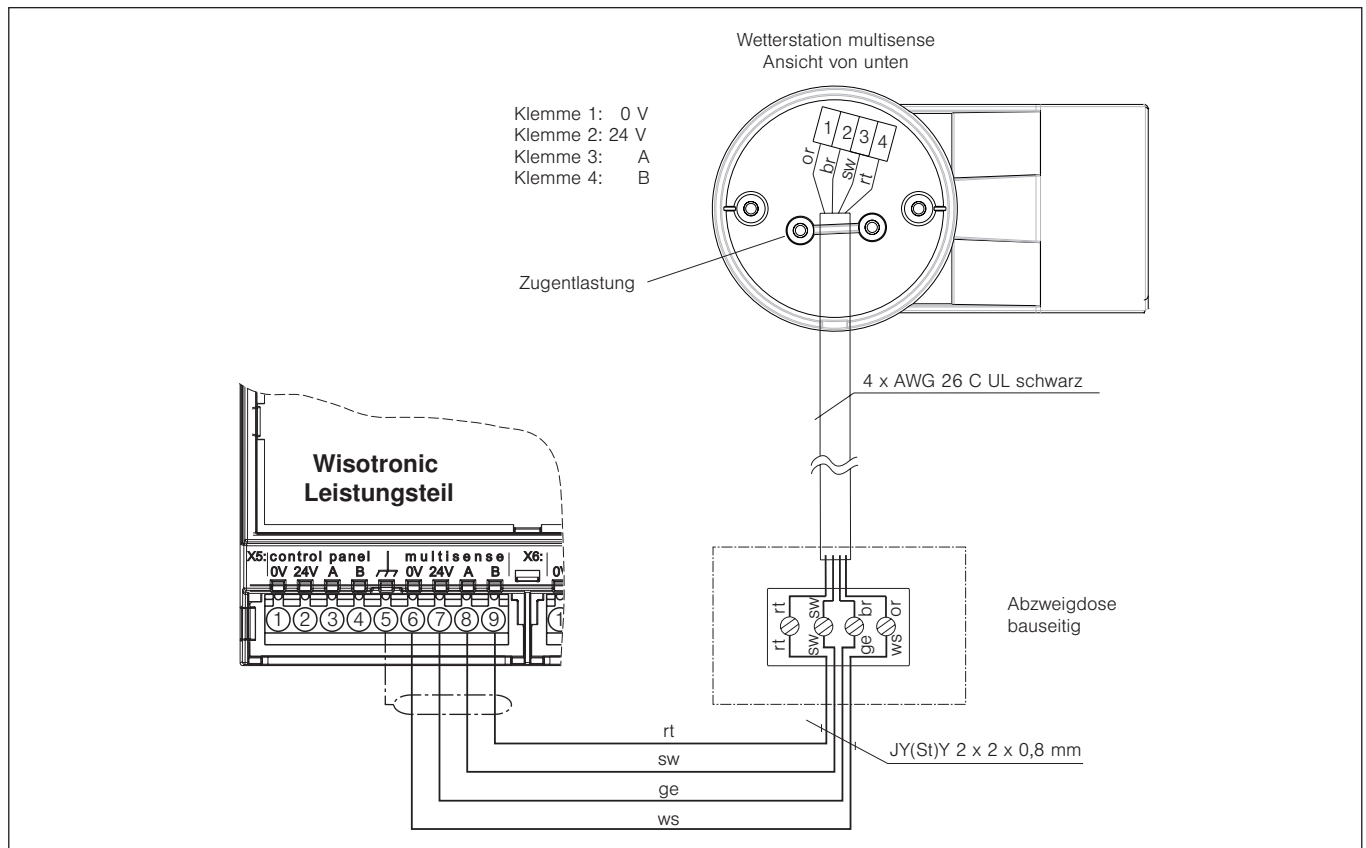

Abb. 25 Anschluss einer Wetterstation multisense
6.3.8 Wetterstation multisense	Abb. 25 auf Seite 45